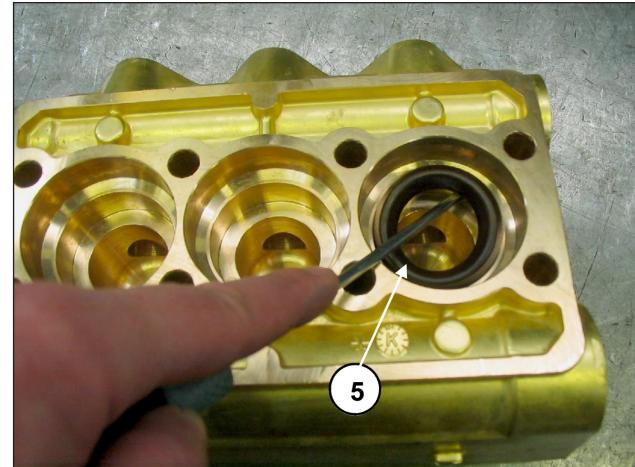

Fig. 21
- Remova as vedações de alta pressão do cabeçote e os de baixa pressão do suporte relativo usando ferramentas simples, conforme indicado na Fig. 21, pos. ⑤, prestando atenção para não danificar os assentos respectivos.